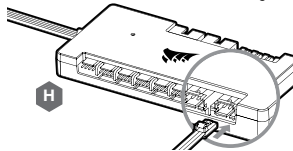

Figura 3
4. Conecte el conector de 4 clavijas del ventilador de la bomba del XD7 RGB al puerto de ventilador #6 de su CORSAIR iCUE Commander PRO (Figura 3).